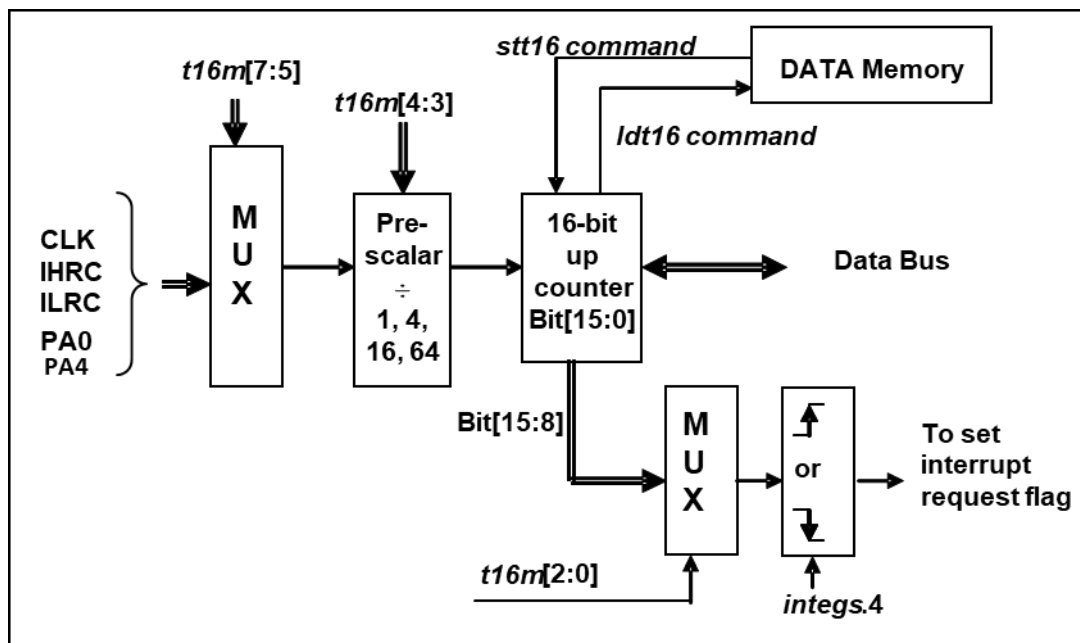

图 8: Timer16 模块框图
PMB180(B) 内置一个 16 位硬件计数器 (Timer16)，计数器时钟可来自于系统时钟 (CLK)，内部高频振荡时钟 (IHRC)，内部低频振荡时钟 (ILRC)，PA4 和 PA0。在送到 16 位计数器之前，1 个可软件程序设计的预分频器提供÷1、÷4、÷16、÷64 选择，让计数范围更大。16 位计数器只能向上计数，计数器初始值可以使用 *stt16* 指令来设定，而计数器的数值也可以利用 *ldt16* 指令存储到 SRAM 数据存储器。选择器用于选择 Timer16 的中断条件，无论何时发生溢出，都可以触发 Timer16 中断。计时器 16 的硬件框图如图 8 所示。16 位计数器的中断请求可以通过 16 位计数器的位[15:8]来选择，中断类型可以上升沿触发或下降沿触发，定义在寄存器 *intgs.4*。